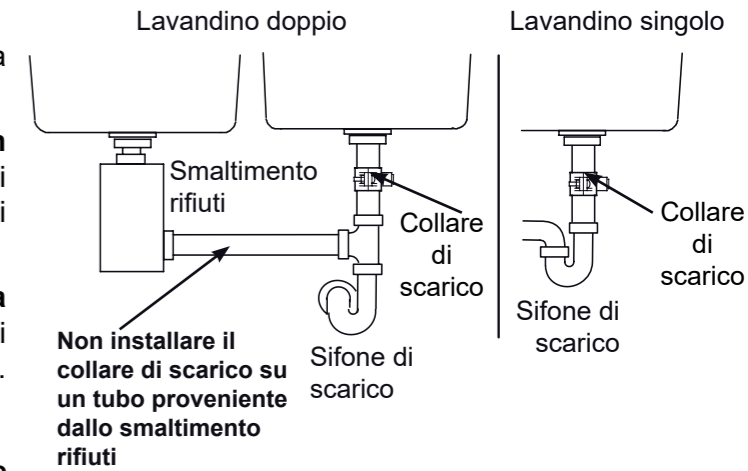

FIG. 6
- **Installare il collare di scarico in dotazione con il vostro dispositivo** (cfr. Fig. 6 & 7). Nel caso di un'installazione sotto il lavello installare il collare di scarico tra il lavello e il sifone. Cf Fig. 6.
Il collare di scarico incluso nel tuo sistema ad osmosi inversa è progettato per adattarsi a un tubo di scarico di 1-1 / 2" (3,8 cm) di diametro. Nei seguenti passaggi, si installerà il collare di scarico sopra (a monte) al sifone, vedi Fig.6. Assicuratevi di rispettare le normative locali in materia di idraulica.